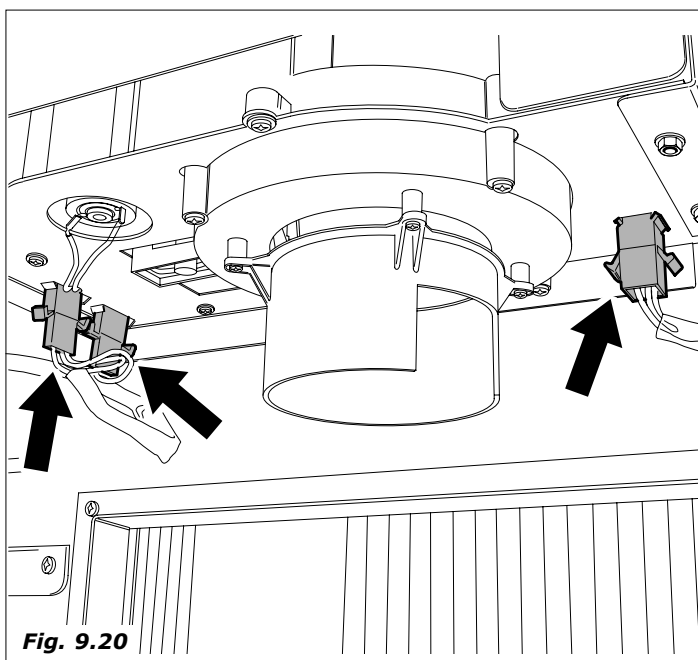

Fig. 9.20
- Desconectar los tres conectores eléctricos (Fig.9.20).